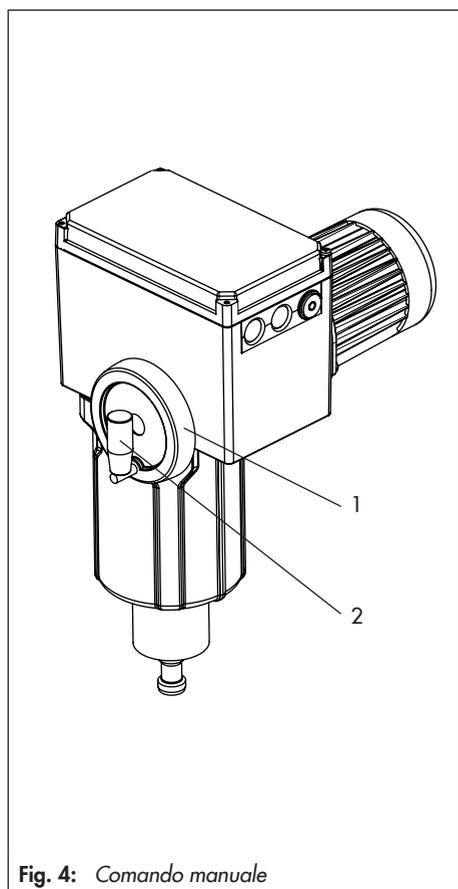

Fig. 4: Comando manuale
La regolazione manuale (Bild 4) viene eseguita utilizzando un volantino a disco (1) e può essere effettuata sia in presenza che assenza dell'alimentazione elettrica.
- Prima ribaltare poi bloccare in posizione l'impugnatura cilindrica (2) del volantino.